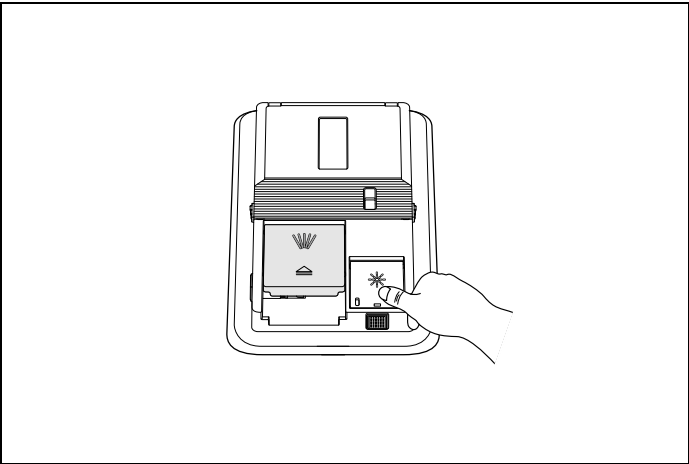

Fig. 73
3) Chiudere il coperchio Fig. 73 .